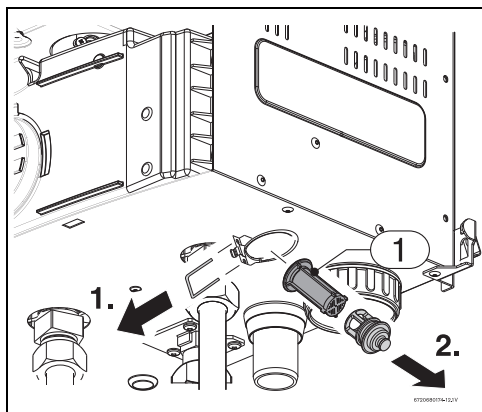

Fig. 48
- ▶ Controllare e se necessario sostituire il filtro acqua (Fig. 48).